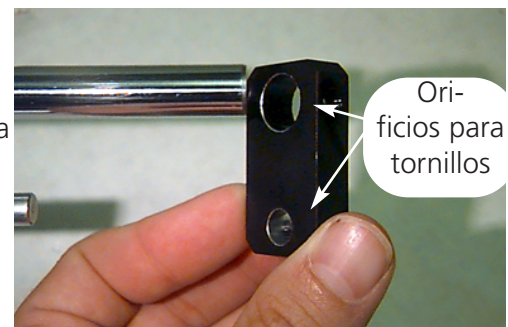

Figura 5-17
2. Desatornillen los 2 tornillos que sostienen la abrazadera de apoyo posterior, usando una llave hexagonal de 2mm (vean la Figura 5-17). Quiten la abrazadera de apoyo trasera.